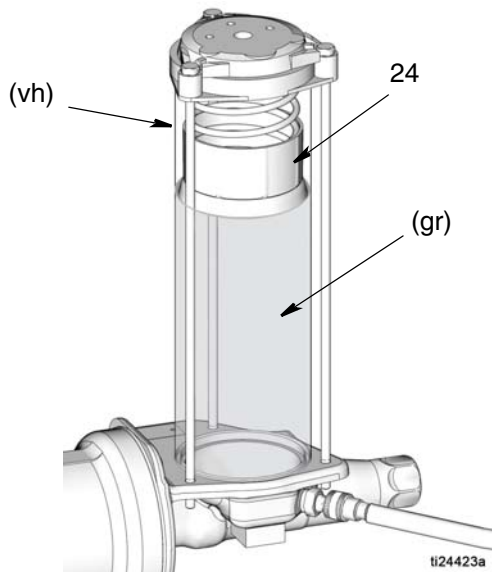

图 5
3. 从注入泵慢慢将滑脂送入液箱，直至液箱中的滑脂将随动板 (24) 升高到液箱通气孔 (vh) 之上，滑脂从通气孔 (vh) 流出并排出液箱中的空气 (图 5)。
注意：通气孔 (vh) 位于朝向液箱的背侧，在图 5 中看不到。通气孔的大致位置通过图示中的 vh 标识。